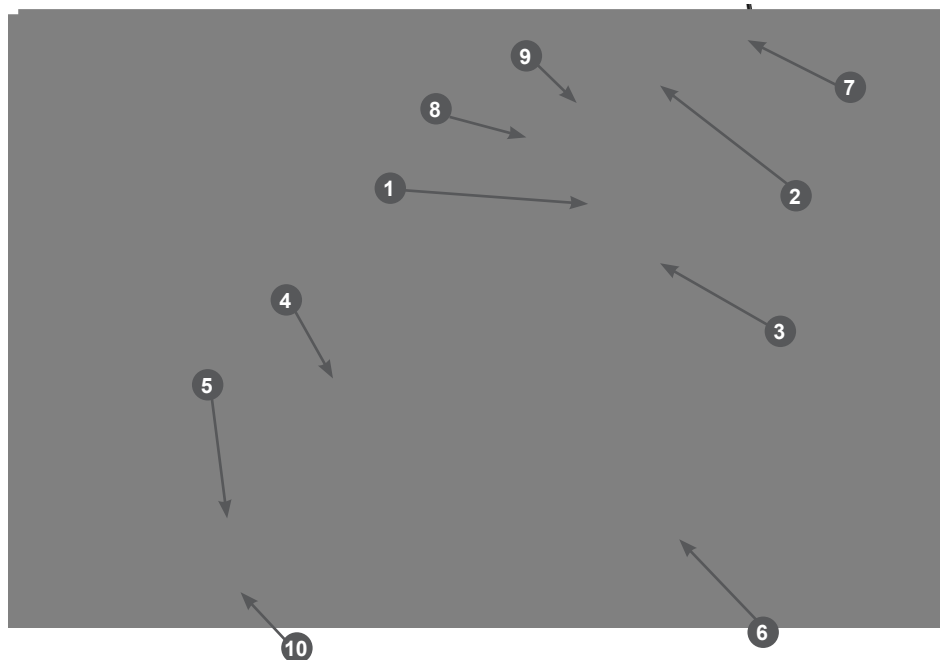

Рис.1 Основные узлы и органы управления
Основные узлы и органы управления воздухоудного устройства приведены на Рис. 1.
Вставьте промежуточную трубу 4 всасывания / нагнетания (Рис. 1) в корпус устройства 1 и закрепите ее с помощью двух винтов. Установите концевую трубу 5 устройства в промежуточную трубу 4 и закрепите ее с помощью двух винтов (Рис.1). Убедитесь в том, что трубы правильно установлены, и надежно закреплены.
- определить режим/режимы использования устройства. Переключение режима работы (всасывания или нагнетания) осуществляется переключателем 3 (Рис. 1).
Возьмите устройство за рабочие рукоятки двумя руками, немного приподнимите его, так чтобы отверстия концевой трубы были свободны для движения воздуха и нажмите на рычаг выключателя (Рис. 1). Устройство заработает. Оно будет продолжать работать все время, пока Вы нажимаете на рычаг выключателя. Чтобы выключить устройство достаточно отпустить рычаг выключателя.